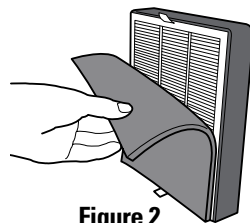

Figure 2
- b. Détachez la combinaison préfiltre/filtre au charbon de la bande Velcro du filtre HEPA (Figure 2).